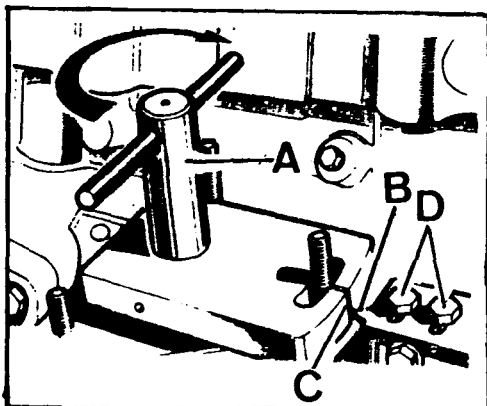

Fig. A1-43 Calaje del puntero de referencia para puesta a punto de la bomba
- 2.4.2. Instalar el útil, 605863, A (Fig. A1-43), sobre el piñón de mando. Eliminar las posibles holguras que puedan existir forzando el útil en sentido de giro a derechas (según Fig. A1-43).
- 2.4.3. El puntero, B (Fig. A1-43), instalado sobre la tapa lateral delantera del bloque, se alineará con la marca, C, del útil, para lo cual será necesario aflojar los dos tornillos, D, que fijan dicho puntero.
- 2.4.4. Extraer el útil, A (Fig. A1-43) e introducir en su lugar el eje de enlace, con el extremo degollado hacia arriba.